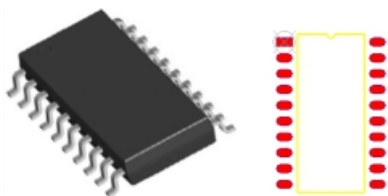

图 9-12 SOP20 元件及其封装
3) SOP (Small Outline Package, 双列小型贴片封装, 也叫 SOIC): SOP 是一种贴片的双列封装形式, 引脚从封装两侧引出, 呈海鸥翼形, 几乎每一种 DIP 的芯片均有对应的 SOP。与 DIP 相比, SOP 的芯片体积大大减小, 可以提高板上元件密度。SOP 类型又可以分为 SSOP (Shrink Small-Outline Package, 缩小型 SOP)、TSOP (Thin Small Outline Package, 薄形 SOP)、TSSOP (薄的缩小型 SOP), SOL (加长型 SOP), SOW (加宽型 SOP) 等。图 9-12 所示为 SOP20 元件外观与封装。